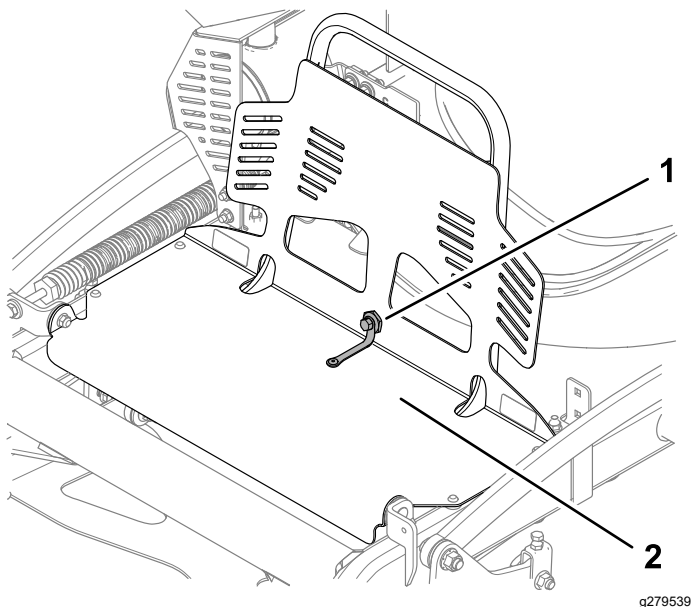

Bild 33
1. Entfernen Sie die Schraube und die Ansatzmutter, die den Motorschutz an der Schutzverlängerung befestigen (Bild 33).